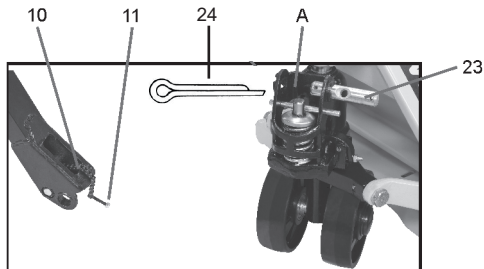

Fig. 3 – Eixo do cabo
- a. Retire o contrapino/cupilha “24” e remova totalmente o eixo “23”. Encaixe o cabo na posição “A”. Recoloque o eixo “23” passando pelo cabo e trave o conjunto recolocando o contrapino/cupilha “24”, ver fig. 3.